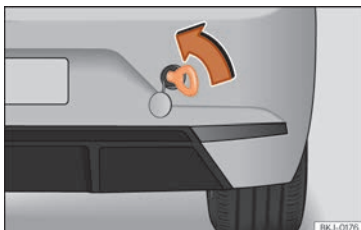

Abb. 102 Hinterer Stoßfänger rechts: Eingeschraubte Abschleppöse
- Schrauben Sie die Abschleppöse bis zum Anschlag in das Gewinde ein »» **Abb. 102** und ziehen Sie sie mit dem Radschlüssel fest an.